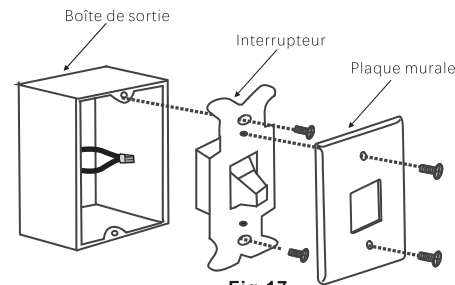

Fig.17
Étape 1. Retirez la plaque murale existante et l'ancien interrupteur de la boîte de sortie murale. Assemblez les fils NOIRS (chauds) et repoussez-les à l'intérieur de la boîte de sortie. (Fig.17)